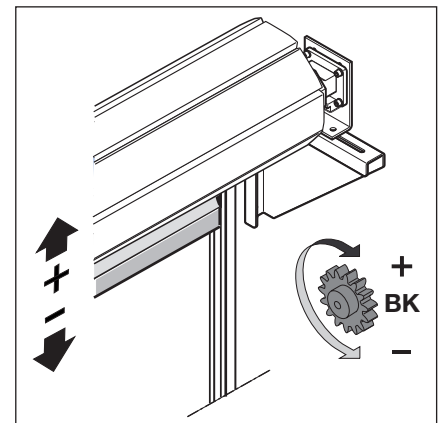

Рис. 6-20: Винт с рифленной головкой для конечного положения *Ворота Откр.*
2. В режиме Totmann произведите движение ворот в направлении *Ворота Откр./Ворота Закр.* и поворачивайте черный винт с рифленной головкой (BK) в направлении + или -, пока привод не отключится. Таким образом будет задано конечное положение *Ворота Откр.* (см. рис. 6-20).